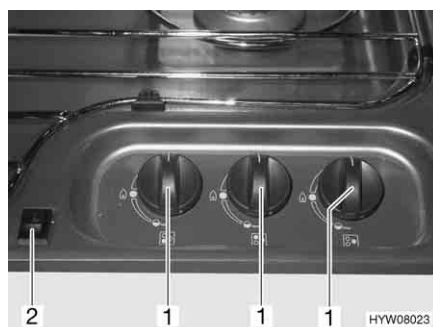

Fig. 87 Elementi di comando del fornello a gas
- Ruotare il pomello girevole (Fig. 87,1) dell'impianti a fiamma libera desiderato in posizione accesa (fiamma alta).
- Premere l'interruttore a bilico (Fig. 87,2). Sul bruciatore vengono prodotte scintille.